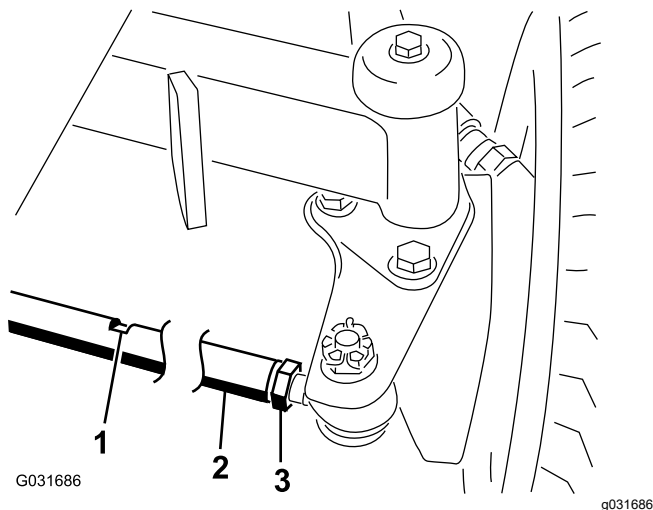

Figura 92
2. Afloje las contratuercas de ambos extremos del tirante (Figura 92).